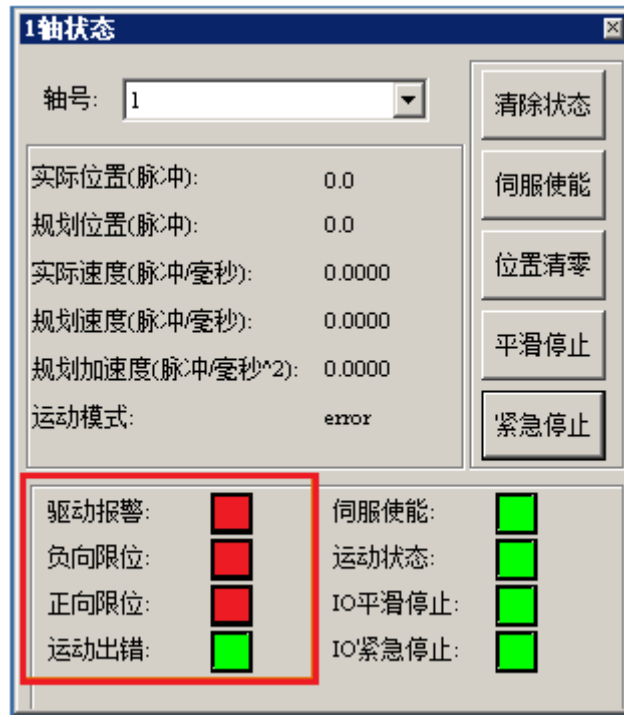
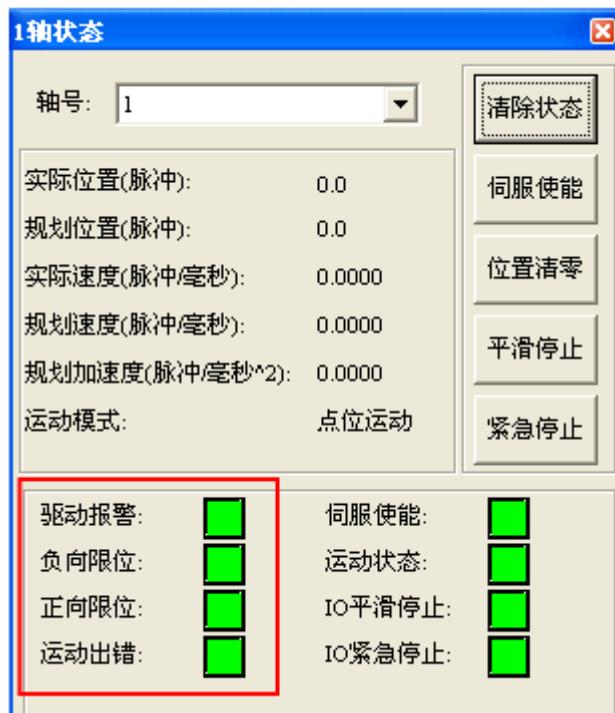

图 4-12 轴状态对话框
图 4-13 轴状态对话框
(1) 首先，以“4.3.3”设置完“脉冲模式”后，写入控制器状态。然后，点击主界面菜单“视图”->“轴状态”，将会弹出状态显示模块对话框。若控制器刚复位完，轴 1 状态如图 4-12 所示；若将“4.3.3”设置写入了控制器，使报警无效，并点击“伺服使能”，轴 1 状态如图 4-13 所示。（注：可以同时启动 4 个轴状态显示对话框。对话框的“轴号”下拉列表可以选择控制轴号，选择后，对话框的标题将显示对应信息）。
(2) 图 4-12、图 4-13 轴状态对话框中显示的是当前轴的一些运动参数，从上至下分别为“实际位置”-“规划位置”-“实际速度”-“规划速度”-“规划加速度”。
(3) 下边的框中状态标志以对应图标的颜色表示不同的状态，绿色代表该标志位没有触发，红色代表该标志位已经触发。